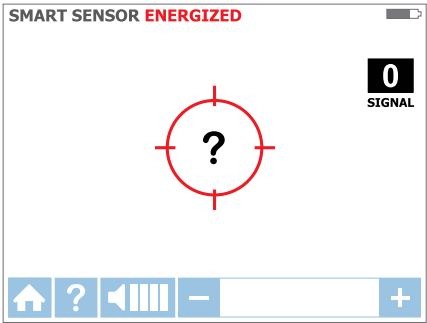

Figura 3.1c Sin señal detectada
3. Sostenga el receptor con el sensor inteligente en la parte posterior de la unidad con orientación hacia el área de destino. Si en la pantalla destella un signo "?" en un destino rojo, entonces no se detecta la señal. Mueva el sensor inteligente más cerca del área de destino hasta que se detecte la señal y vea una flecha direccional. Si no se detecta la señal, aumente la sensibilidad con el botón "+" del receptor. (Consulte la Figura 3.1c).*